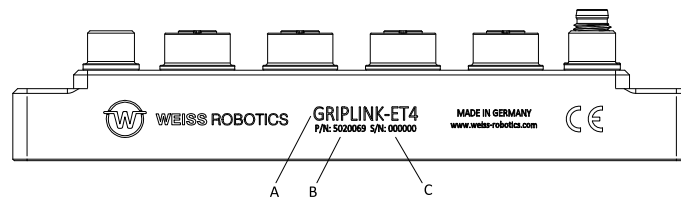

Abbildung 3: Typenschild
Das Typenschild (Abbildung 3) befindet sich auf der Seite des GRIPLINK Controllers und enthält Seriennummer (C), Teilenummer (B) sowie die genaue Typenbezeichnung (A).